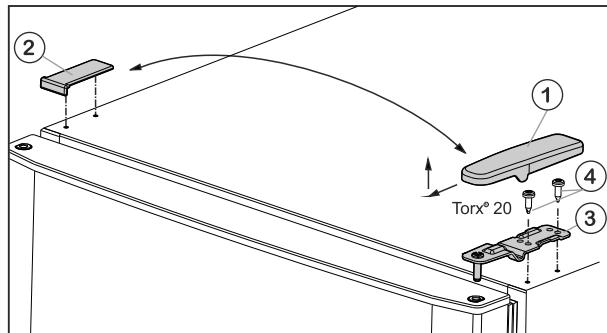

Fig. 6
- Зніміть кришку Fig. 6 (1) вперед і вгору.
- Зніміть кришку Fig. 6 (2).
- Викрутіть верхній опорний кронштейн Fig. 6 (3) (2 шт. Torx® 20) Fig. 6 (4) і відведіть вгору.
- Встановіть верхній опорний кронштейн Fig. 6 (3) в дверцята на новий бік шарніра.
- Прикрутіть верхній опорний кронштейн **(з моментом 4 Нм)** гвинтами (2 шт. Torx® 20) Fig. 6 (4). У разі необхідності скористайтеся акумуляторним гвинтокрутом.
- Встановіть і зафіксуйте кришку Fig. 6 (1) з протилежного боку ззовні.
- Також встановіть зверху і зафіксуйте кришку Fig. 6 (2) з протилежного боку.